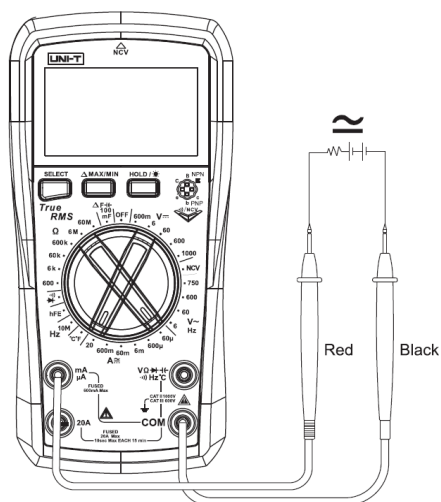

Рисунок 7
**7. Измерение переменного и постоянного тока (Рис. 7)**